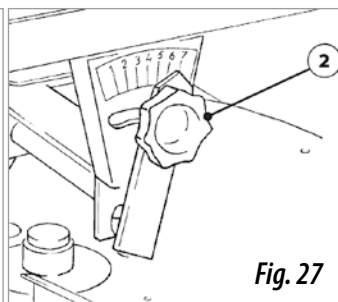

Fig. 27
2. Placez le repère de position de la buse (2, fig. 27) sur le n° 7 et placez la gouttière pour essais de débit comme indiqué sur la figure du haut.